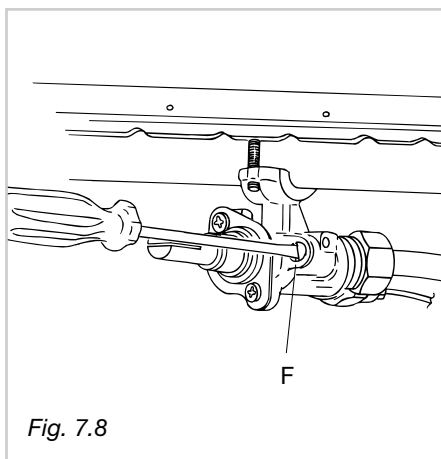

Fig. 7.8
I rubinetti del piano di lavoro sono dotati di valvolatura di sicurezza; in questi rubinetti la vite di regolazione del minimo è situata all'esterno del rubinetto (Fig. 7.8).
- Sfilare la manopola del rubinetto e con un cacciavite a taglio agire sulla vite **F** (fig. 7.8) fino ad ottenere la fiamma desiderata.